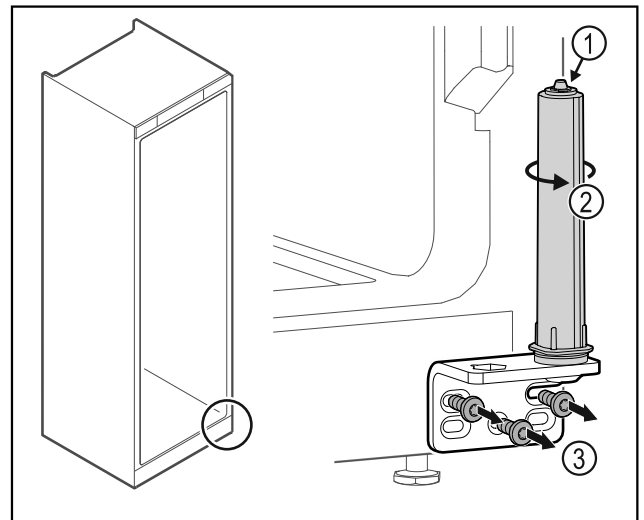

Fig. 51
- ▶ Ne pas désassembler le système de fermeture de la porte Fig. 51 (1).
- ▶ Tourner le système de fermeture Fig. 51 (2) jusqu'à entendre un clic.
- ▶ Dévisser l'équerre de la charnière Fig. 51 (3).